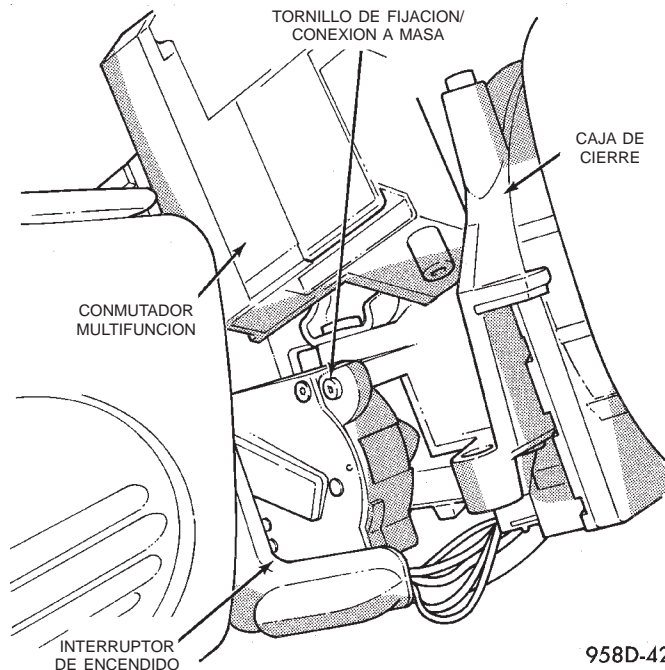

Fig. 60 Interruptor de encendido
(13) Desconecte los conectores eléctricos del interruptor de encendido (Fig. 60) y (Fig. 61).
(14) Retire el tornillo de instalación del interruptor de encendido (Fig. 60) con una barrena "de seguridad" tipo Torx® número 10.
(1) Asegúrese de que el interruptor de encendido se encuentre en la posición RUN y que el eje del servomotor en la caja de cierre también esté en dicha posición.
(2) Instale con cuidado el interruptor de encendido. Este se insertará sobre las lengüetas de retención (Fig. 62). Instale el tornillo de instalación (Fig. 60).
(3) Instale los conectores eléctricos en el interruptor de encendido.
(4) Instale las cubiertas superior e inferior.